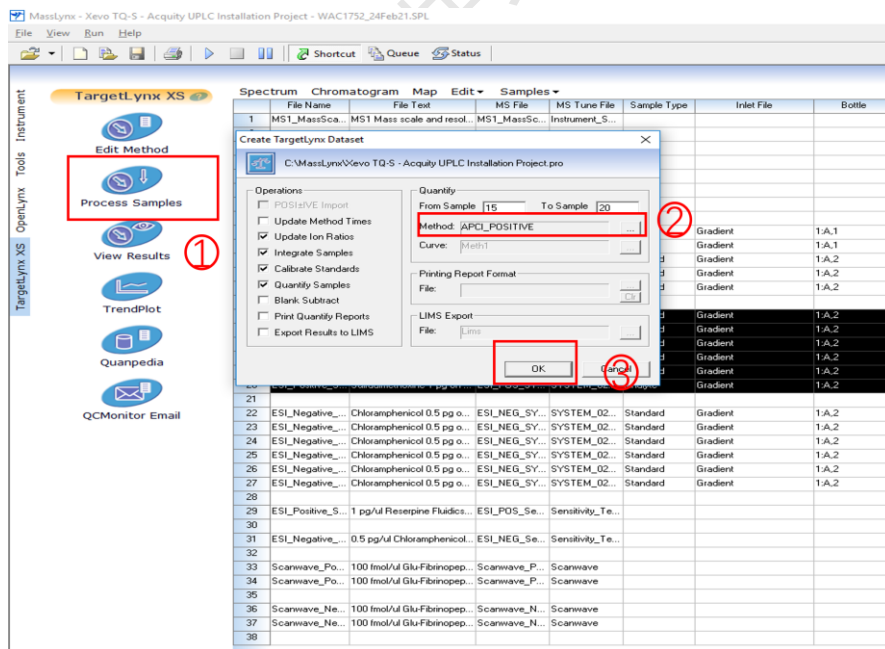

图 6-52
- e. 选中要处理的标准品及样品，点击 Process Samples 调出编辑好的处理方法一点 击 OK (图 6-52)。